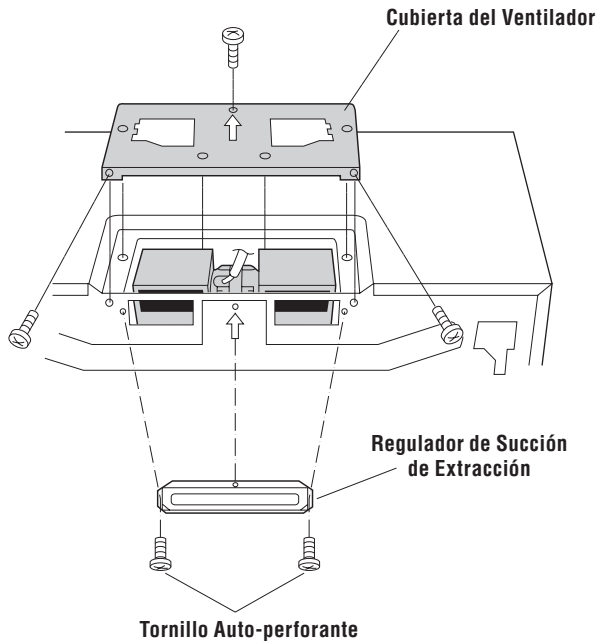

Figura 10
4. Coloque el cable conductor dentro de la Caja de Alambres. Véase la Figura 10.
6. Sujete el Regulador de Succión de Extracción a la parte trasera de la Placa de Montaje deslizando dentro de las ranuras. Véase la Figura 10. Utilice dos Tornillo Auto-perforante de 4 x 8 mm de los HERRAJES DE INSTALACIÓN y apriete para colocar en su sitio.
5. Coloque nuevamente la Cubierta del Ventilador deslizándola dentro de las ranuras en la misma dirección de la flecha indicada sobre la Cubierta del Ventilador. Asegúrese que las aspas del ventilador son visibles a través de las aberturas superiores del horno antes de proceder. Sujete la Cubierta del Ventilador a la unidad mediante los 3 tornillos que se retiraron en el Paso 1 anterior. Véase la Figura 10. La Unidad de Ventilador de la Campana Extractora ahora está girada para operación de escape vertical.